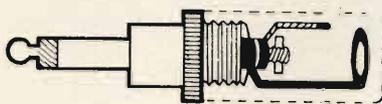

Fig. 52
2) Prese coassiali «cinch» - fig. 52